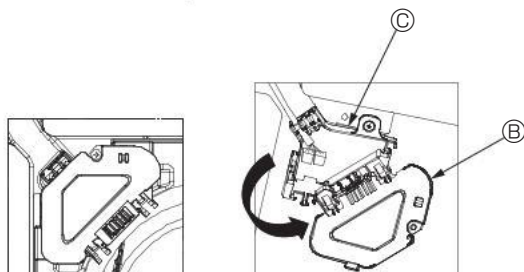

Fig. 7-5
③ Avlägsna en skruv som håller anslutningsdosans lock och öppna locket. (Fig. 7-5)
④ Placera kontakten för anslutningskabeln i anslutningsdosan.
⑤ Montera kabelskyddet och anslutningsdosans lock.